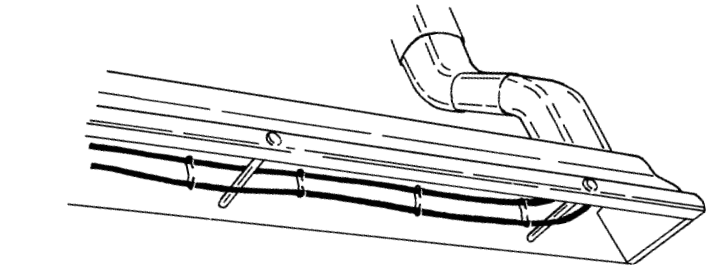

Figura 20a. Cable de ida y vuelta en canales – solamente (canales con remaches)
- Si instala únicamente el cable en los canales a causa de la acumulación de hielo, utilice un cable de “ida y vuelta” en los canales y en las bajadas de agua. La Figura 20a muestra un canalón instalado con remaches. Corra el cable por encima y por debajo de los remaches del canalón manteniéndolo alejado del fondo. Se debe fijar un espaciador cada 12 pulgadas (30 cm). La Figura 20b muestra un canalón sin remaches internos. Utilice pinzas y espaciadores para mantener el cable lejos del fondo del canalón. Se debe sujetar el cable con pinzas cada 3 pies (95 cm) a lo largo del techo.